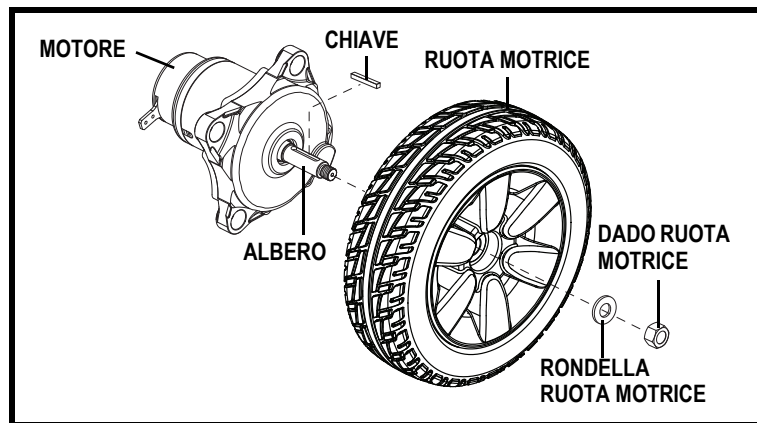

Figura 17. Rimozione della ruota motrice
5. Rimuovere il coprimozzo, se fornito. **Vedere figura 17.**
6. Rimuovere il dado della ruota motrice e la rondella dall'asse. **Vedere figura 17.**
12. Reinstallare il dado della ruota motrice sull'asse e stringere. **Vedere figura 17.**